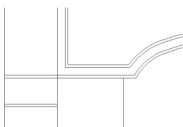
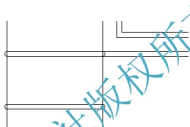
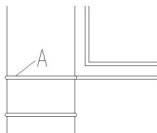
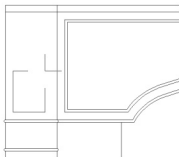

图 5.58 偏移直线
图 5.59 用【圆角】命令修整平行线端部
图 5.60 修剪图形
图 5.61 确定矩形的左下角点
(2) 启动【偏移】命令, 将刚才绘制的直线分别向下偏移 20mm、200mm、20mm, 结果如图 5.58 所示。
(3) 单击【修改】工具栏上的【圆角】图标或在命令行输入“F”并按 Enter 键, 启动【圆角】命令, 圆角半径为任意值, 将图 5.58 修整至如图 5.59 所示。
(4) 启动【修剪】命令, 将图 5.59 修剪至如图 5.60 所示。
(5) 在无命令的状态下选择图 5.60 所示的 A 线，则出现 3 个蓝色夹点。单击左侧的蓝色夹点使其变成红色的热点，然后按下 Esc 键取消夹点，这样就将该点定义成相对坐标的基本点。
(6) 单击【绘图】工具栏上的【矩形】图标 ，启动【矩形】命令。
① 在指定第一个角点或【倒角(C)/标高(E)/圆角(F)/厚度(T)/宽度(W)]: 提示下，输入上柱装饰线左下角到相对坐标的基本点的坐标“@60, 60”后按 Enter 键。这样就绘出矩形的左下角点，如图 5.61 所示。